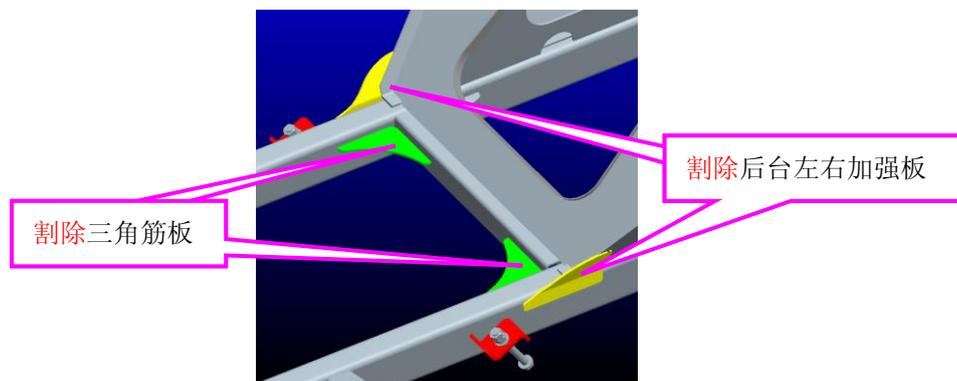

图 10
- a、割除后台前横梁与主梁内侧焊接的加强筋板以及侧板与主梁外侧焊接的左右加强板，注意不要伤及主梁及侧板，割完后打磨平整，如图 10 所示。